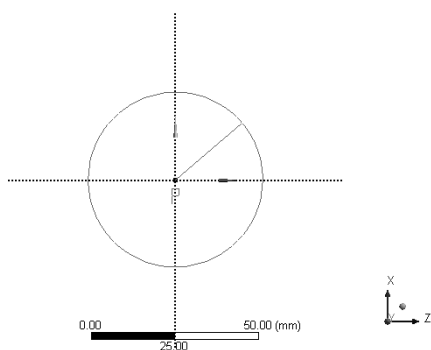

图 14-50 坐标原点提示符
Step5: 当出现 P 提示符后,单击在中心创建圆心,然后向上移动鼠标创建如图 14-50 所示的圆形。